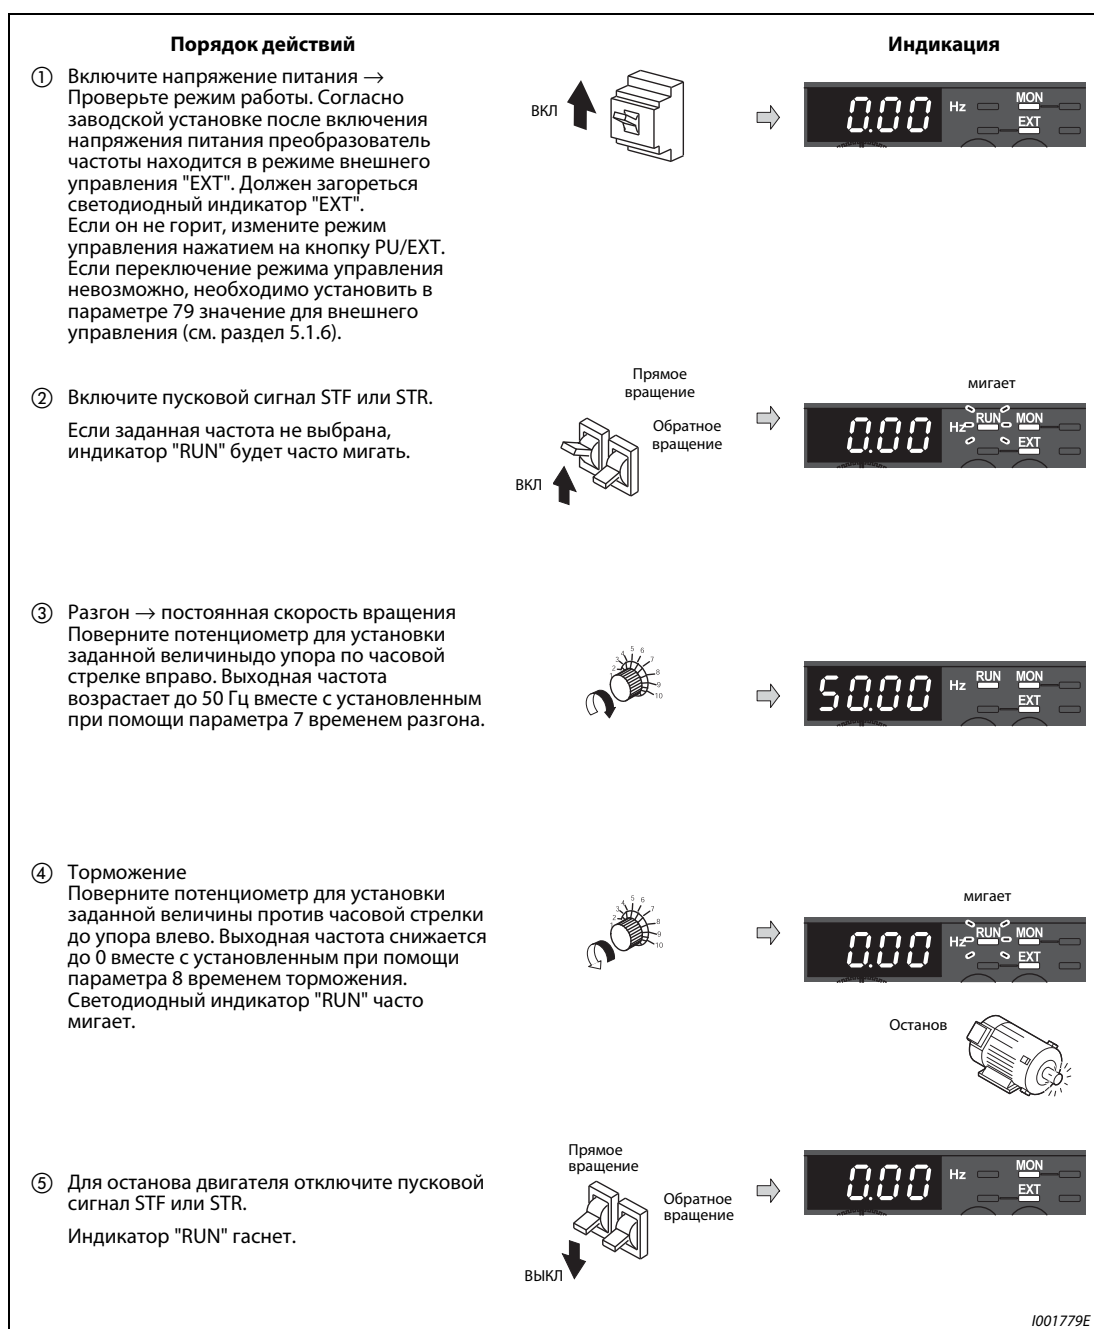

Рис. 5-27: Работа преобразователя частоты при аналоговой установке заданной величины напряжения
① Вращайте диск цифрового набора до появления величины "P.125" (параметр 125) на индикаторе.
② Нажмите на кнопку SET, чтобы вывести на экран текущее значение. Появится заводская установка "50.00" (50,00 Гц).
③ Вращайте диск цифрового набора до появления надписи "40.00" (40,00 Гц)
④ Нажмите на кнопку SET, чтобы сохранить данную величину.
⑤ Дважды нажмите на кнопку MODE, чтобы вывести на индикатор выходную частоту.
⑥ Для проверки настройки включите пусковой сигнал STF или STR и поверните потенциометр по часовой стрелке до упора (см. рис. 5-27, шаги ② - ⑤).